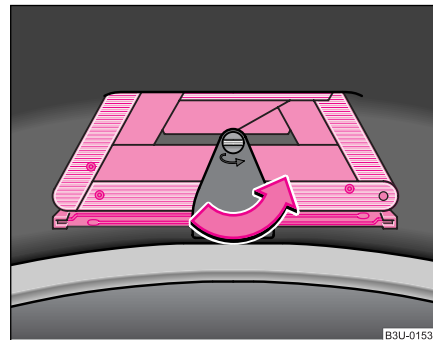

Fig. 174 Triunghi de avertizare în capul portbagajului
- Pentru scoaterea triunghiului de avertizare rotiți încuietoarea în sensul indicat de săgeată ♥ fig. 174 și rabateți suportul în jos. ■